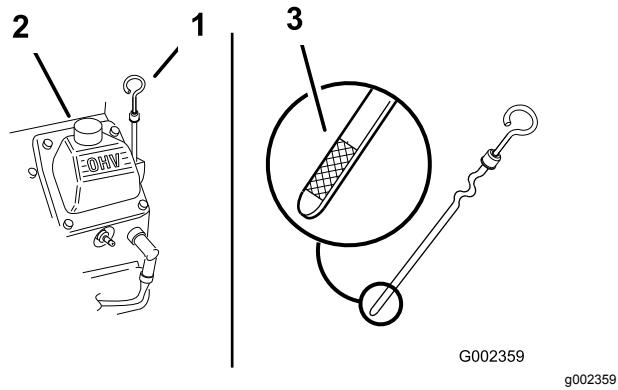

Figura 45
2. Limpe a zona em redor da vareta de óleo (Figura 45), para evitar que entre sujidade no orifício de enchimento e possíveis danos no motor.
3. Retire a vareta, limpe-a e volte a colocá-la até ser completamente introduzida (Figura 45).
O nível de óleo deve estar entre as marcas “F” Cheio e “L” Vazio na vareta (Figura 45).
5. Se o nível de óleo se encontrar abaixo da marca “L” Vazio da vareta, retire a tampa do tubo de enchimento (Figura 45) e adicione o óleo especificado até que o nível atinja a marca “F” Cheio.